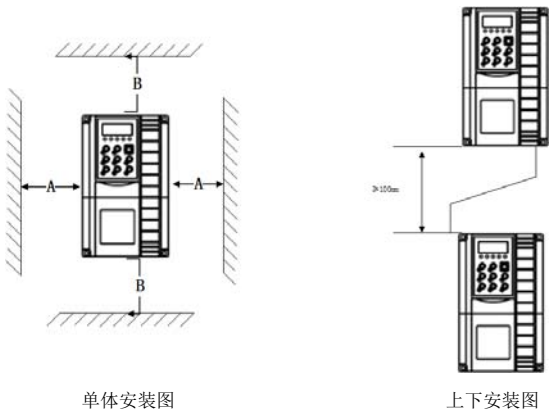

图 3-1 安装示意图
- 1) 请垂直安装变频器，便于热量向上散发。但不能倒置。若柜内有较多变频器时，最好是并排安装。在需要上下安装の場合，请参考图 3-1 的示意，安装隔热导流板。
- 2) 安装空间遵照图 3-1 所示，保证变频器的散热空间。但布置时请考虑柜内其它器件的散热情况。